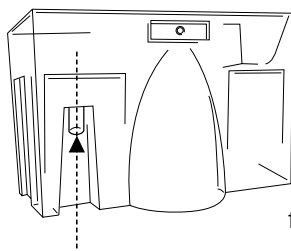

fig. 2
- 2) Forare la tanica all'interno del beccuccio utilizzando un trapano con punta sottile. Fig. 2.